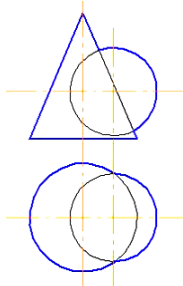

рис.2
4. Для определения линии пересечения поверхностей (рис.2) в данном случае следует использовать...